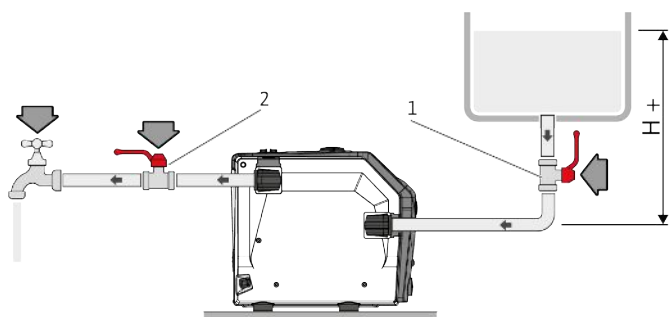

Fig. 9: Terhelési üzemmód
- Töltse fel a terméket vízzel (kb. 1,5 l), amíg a víz ki nem folyik a szellőzőnyíláson (Fig. 9).